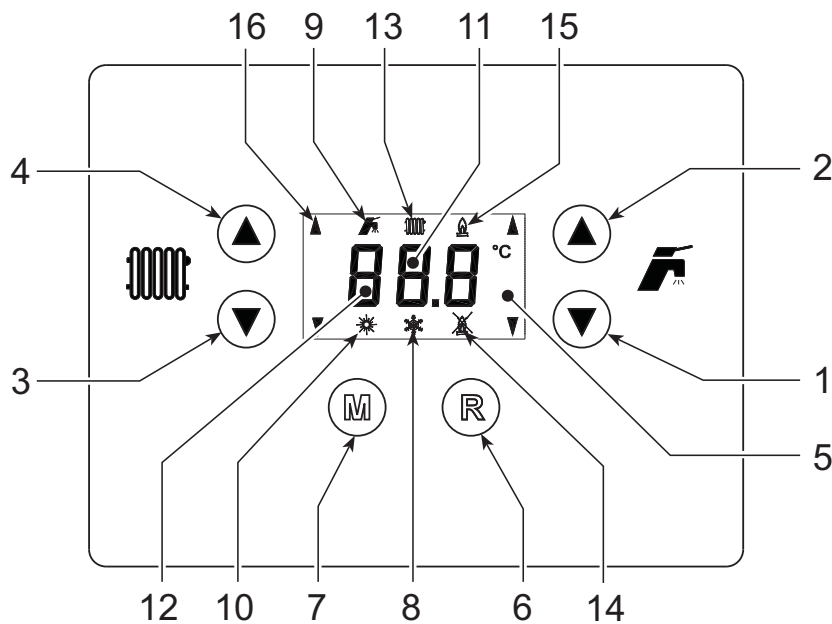
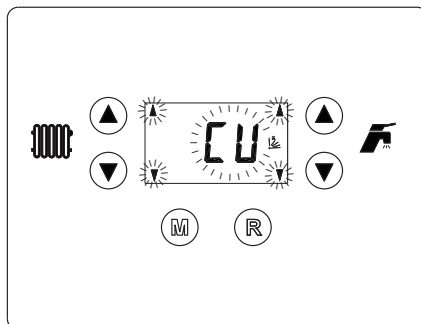
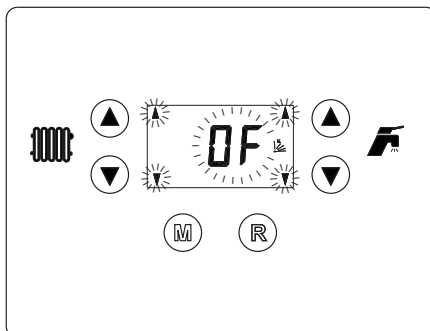
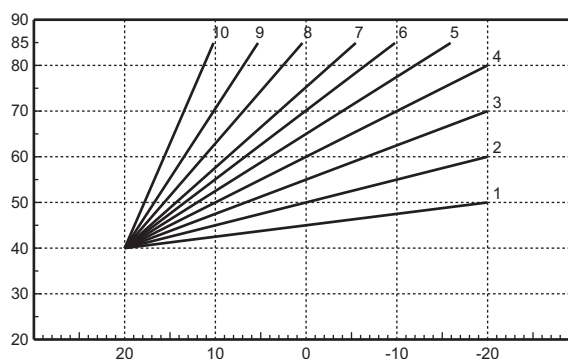

рис. 1 - Панель управления
рис. 11 - Кривая компенсации
рис. 12 - Параллельное изменение кривых
рис. 14 - Пример параллельного смещения кривых погодозависимого регулирования
О поступлении команды на включение отопления от комнатного термостата или от пульта ДУ с таймером) предупреждает загорание индикатора радиатора (поз. 13 - рис. 1).
О поступлении команды на включение бойлера предупреждает загорание индикатора крана (поз. 9 - рис. 1).
При включенной системе нагрева воды в бойлере (заводская установка) на дисплее отображается символ режима Comfort (поз. 12 - рис. 1). Бойлер может быть включен/выключен пользователем, выбрав соответствующую позицию в меню выбора.
Нажмите клавишу **M** (поз. 7 - рис. 1). На дисплее высвечивается текущий режим, который может быть изменен с помощью кнопок (поз. 1 и 2 -) системы ГВС:рис. 1 выберите ECO (Экономический) или CON (Комфорт) и подтвердите выбор нажатием кнопки **M** (поз. 7 - рис. 1).
Нажмите клавишу **M** (поз. 7 - рис. 1) в течение 5 секунд.
Для повторного включения котла снова нажмите кнопку **M** (поз. 7 рис. 1) в течение 5 секунд.
Нажмите клавишу **(R)** (роз. 6 - рис. 1) в течение 1 секунды.
На дисплее высвечивается символ "Лето" (поз. 10 - рис. 1): При этом котел будет вырабатывать только воду для ГВС. Остается активной система антизамерзания.
Для выключения режима "Лето" вновь нажмите клавишу **(R)** (дет. 6 - рис. 1) в течение 1 секунды.
Используйте клавиши (поз. 3 и 4 - рис. 1) для регулировки температуры воды в системе отопления в пределах от 30°C до 85°C; однако, не рекомендуется эксплуатировать котел при температуре ниже 45 °C.
Температура рис. 1в системе ГВС регулируется в пределах от 10°C до 65°C с помощью клавиш (поз. 1 и 2 -).
В режиме плавающей температуры величина, заданная с помощью кнопок регулировки температуре в системе отопления рис. 1 (поз. 3 и 4 -), становится максимальной температурой воды, подаваемой в систему отопления. Рекомендуется устанавливать максимальное значение заданной температуры с тем, чтобы позволить системе регулировать изменение температуре во всем диапазоне значений.
При нажатии клавиши (R) (поз. 6 - рис. 1) в течение 5 секунд получается доступ к меню "Плавающая температура"; на дисплее отображается "CU" мигающим свечением рис. 11().
Используйте клавиши (аоз. 1 и 2 - рис. 1) для изменения конфигурации кривой в пределах от 1 до 10 в зависимости от характеристики (рис. 13). При задании значения 0 функция регулировки в режиме плавающей температуры исключается.
При нажатии клавиш (поз. 3 и 4 - рис. 1) получается доступ в режим параллельного изменения кривых; на дисплее отображается "OF" мигающим свечением (рис. 12). Используйте клавиши (поз. 1 и 2 - рис. 1) для параллельного изменения кривых в соответствии с характеристикой (рис. 14).
При повторном нажатии клавиши **R** (поз 6 - рис. 1) в течение 5 секунд осуществляется выход из меню "Плавающая температура".
Выбор режимов ECO/COMFORT	При отключении режима ГВС с пульта ДУ котел устанавливается в режим "Ecopot". В этих условиях кнопка M (поз. 7 - рис. 1) на панели котла отключена.
При включении режима ГВС с устройства ДУ с таймером котел устанавливается в режим COMFORT. В этих условиях с помощью кнопки M (поз. 7 - рис. 1) на панели управления котла можно выбрать любой из этих двух режимов.